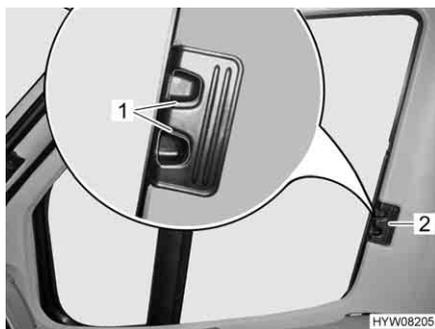

Fig. 77 Dispositif occultant plissé pour la fenêtre côté conducteur/passager
- Presser les poignées de déverrouillage (Fig. 77,1) et les maintenir pressées.
- Tirer les dispositifs occultants plissés pour les fenêtres côté conducteur et côté passager par la poignée (Fig. 77,2) vers l'autre côté de la fenêtre et les rassembler au niveau de la piste magnétique.
- Pousser les dispositifs occultants plissés pour les fenêtres côté conducteur et côté passager jusqu'à la butée au niveau de la poignée (Fig. 77,2).
- Lâcher les poignées de déverrouillage (Fig. 77,1) et les faire s'enclencher.